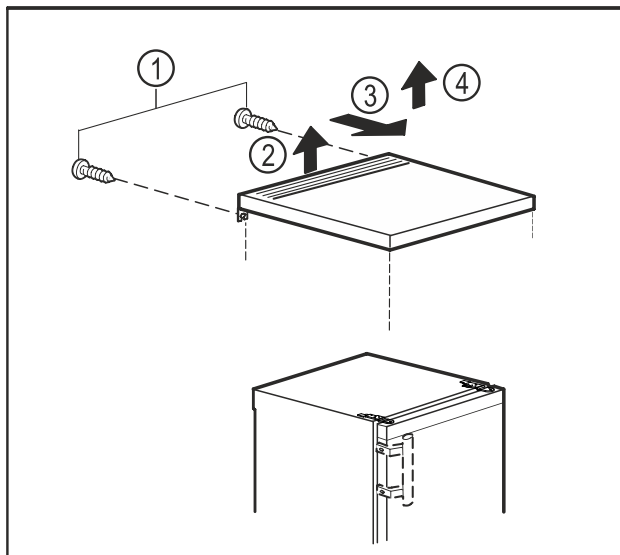

Fig. 10
- Odstráňte skrutky na zadnej strane. Fig. 10 (1)
- Zdvihnite dosku stola vzadu. Fig. 10 (2)
- Posuňte dosku stola nahor. Fig. 10 (3)
- Odoberte dosku stola nahor. Fig. 10 (4)